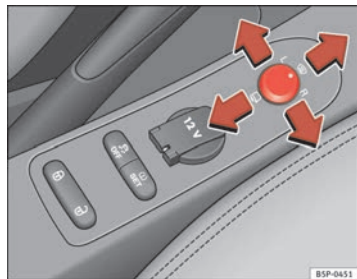

Fig. 90 Mando de los retrovisores exteriores
1. En primer lugar, gire el mando ⇒ **fig. 90** hasta la posición **L (retrovisor izquierdo)**.
- Gire el mando hacia delante, en la posición central ⇒ **fig. 90** **①**, para que los retrovisores térmicos se calienten y la función de cristal parabrisas calefactable* en la zona de reposo de las escobillas, quede activada ⇒ página 130.
- Gire el mando ⇒ **fig. 90** hasta la posición **🚗** para plegar los retrovisores exteriores. Para evitar daños en el vehículo, debería plegar los retrovisores exteriores siempre que utilice un túnel de lavado automático.